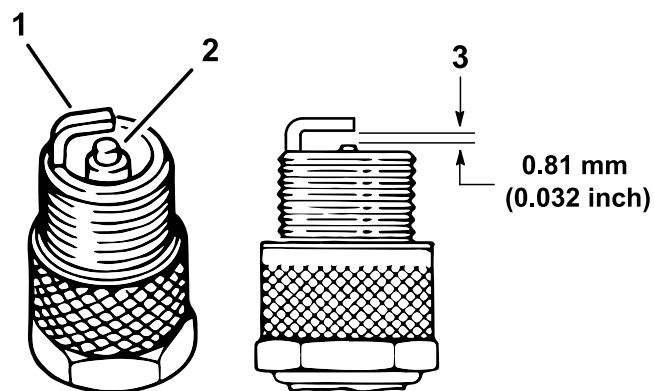

Figura 38
4. Controllate le condizioni degli elettrodi laterale e centrale, e dell'isolatore dell'elettrodo centrale, per accertare che non siano danneggiati (Figura 38).
5. Impostate la distanza tra il centro e il lato degli elettrodi a 0,81 mm, come illustrato nella Figura 38.